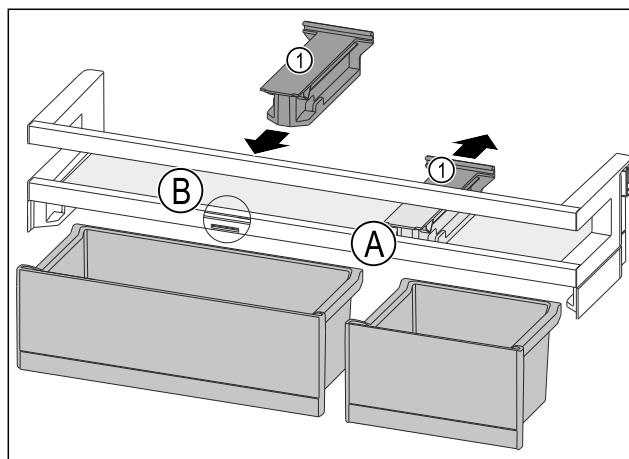

Fig. 115
- ▶ Tirare l'elemento di tenuta Fig. 115 (1) all'indietro per portarlo in posizione Fig. 115 (A).
- Inserire l'elemento di tenuta *Fig. 115 (1)* in posizione *Fig. 115 (B)*.